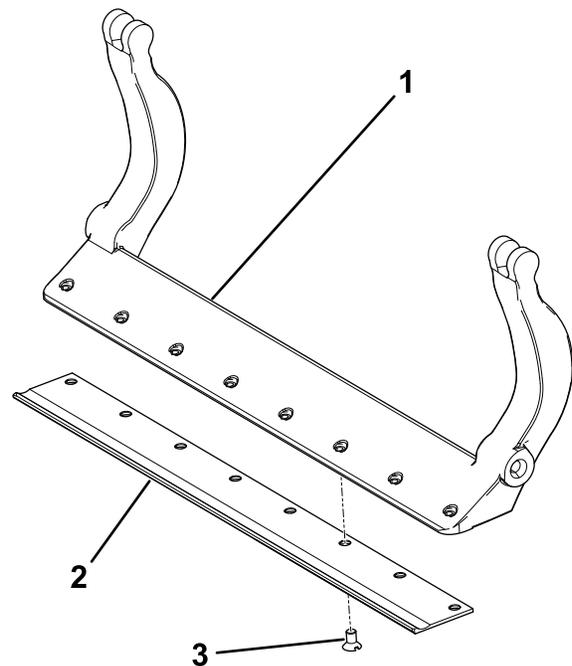

Bild 35
3. Tragen Sie Gewindegewandolack auf die Schrauben auf und befestigen Sie das Untermesser wie folgt (Bild 35):
- A. Ziehen Sie die zwei äußeren Schrauben auf ein Drehmoment von 1 Nm an, siehe Bild 35.
B. Fangen Sie in der Mitte des Untermessers an und ziehen Sie die Schrauben mit 23-28 Nm fest, siehe Bild 35.